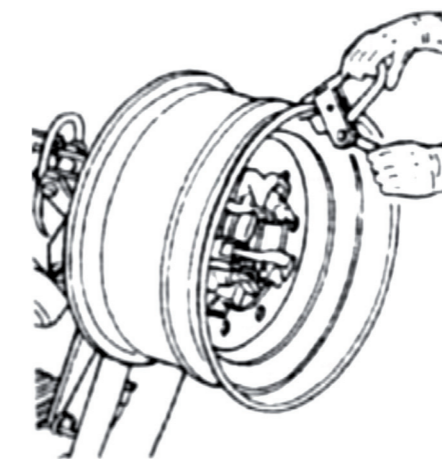

Рис. 12.
3. Закрепите зажим в верхней точке наружного борта обода (рис. 12).